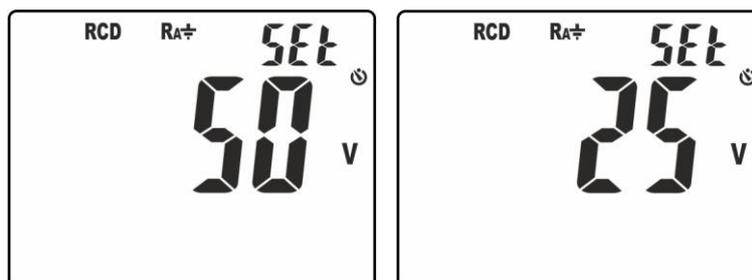

Fig. 5: Impostazione limite sulla tensione di contatto
2. Tenendo premuto il tasto **▼/⏻** o **▲** accendere lo strumento ruotando il selettore. La videata di Fig. 5 – parte sinistra appare a display con simbolo "Set" lampeggiante